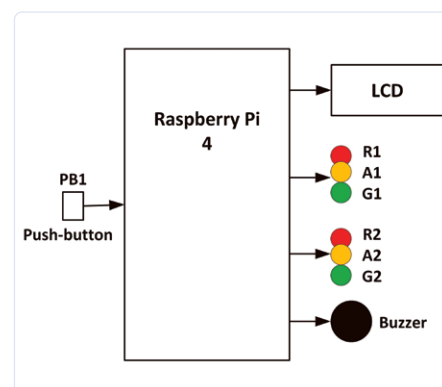
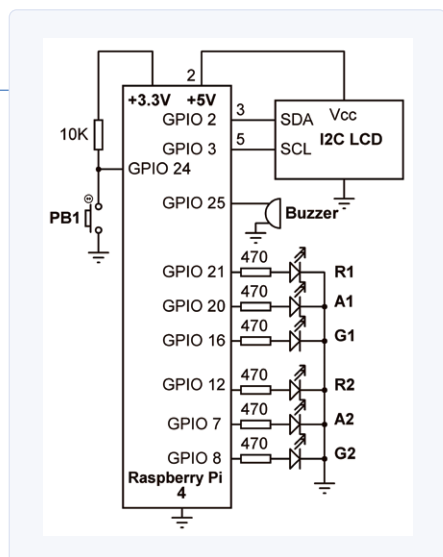

Figure 9.13. Diagramme du projet.
Figure 9.14. Schéma du circuit.
La **figure 9.13** montre le diagramme du projet, la **figure 9.14** le schéma. Les LED rouge (R), orange (O) et verte (V) sont utilisées pour représenter les vrais feux de circulation. Les connexions suivantes sont réalisées entre le RPi et les éléments de signalisation routière :